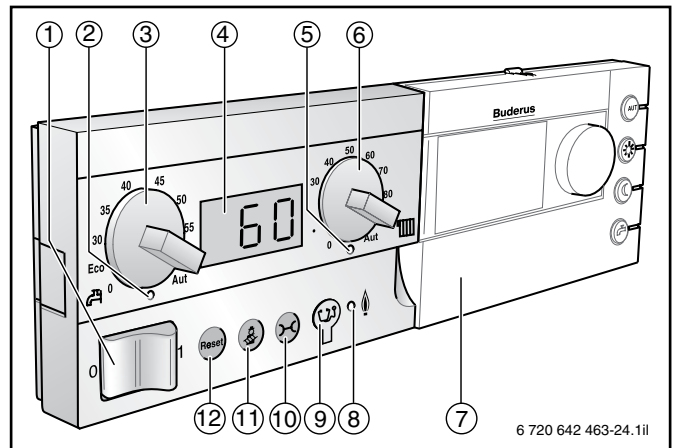

Fig. 28 Indicazioni ed elementi di servizio del regolatore di base Logamatic BC10
- accensione e spegnimento dell'apparecchio a gas a condensazione e di tutti i moduli montati nell'apparecchio tramite un tasto on/off (→ fig. 28, pos. 1)
- visualizzazione LED "Preparazione dell'acqua calda" (→ fig. 28, pos. 2)
- regolazione della temperatura dell'acqua calda (→ fig. 28, pos. 3)
- indicazione di stato e diagnosi dei guasti sul display LCD (→ fig. 28, pos. 4)
- visualizzazione LED "Richiesta di calore acqua calda e riscaldamento" (→ fig. 28, pos. 5)
- limitazione della temperatura dell'acqua della caldaia ad un valore massimo (→ fig. 28, pos. 6)
- visualizzazione LED "Esercizio bruciatore" (→ fig. 28, pos. 8)
- connettore elettrico per diagnostica per il collegamento di un computer portatile (→ fig. 28, pos. 9)
- tasto "Indicazione di stato" per la commutazione del display su diverse funzioni (→ fig. 28, pos. 10)
- tasto "Spazzacamino" per prova di combustione ed esercizio manuale (→ fig. 28, pos. 11)
- tasto "Reset" per sbloccare il bruciatore in caso di errori che comportano un blocco (→ fig. 28, pos. 12)